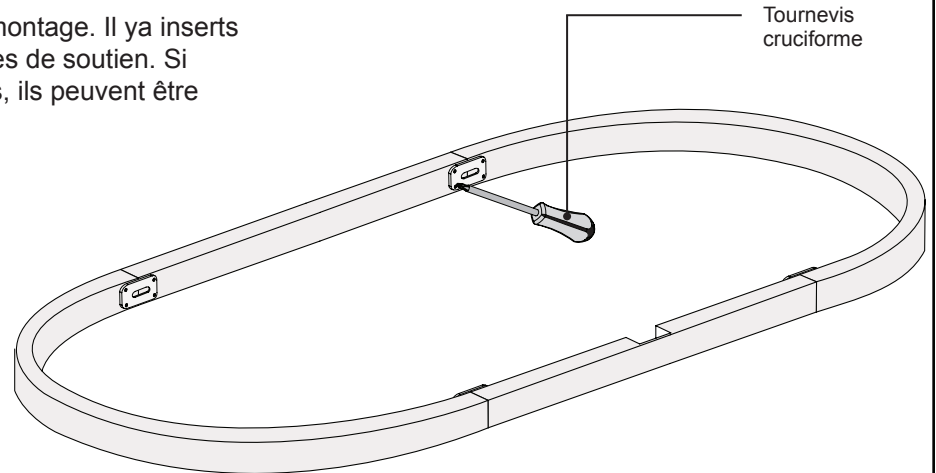

Figure 14. Assemblée à ossature de bois
- ④ Une fois tous les quatre supports en métal (4) ont été joints, utilisez un tournevis cruciforme pour serrer tout le matériel de montage (Figure 14).